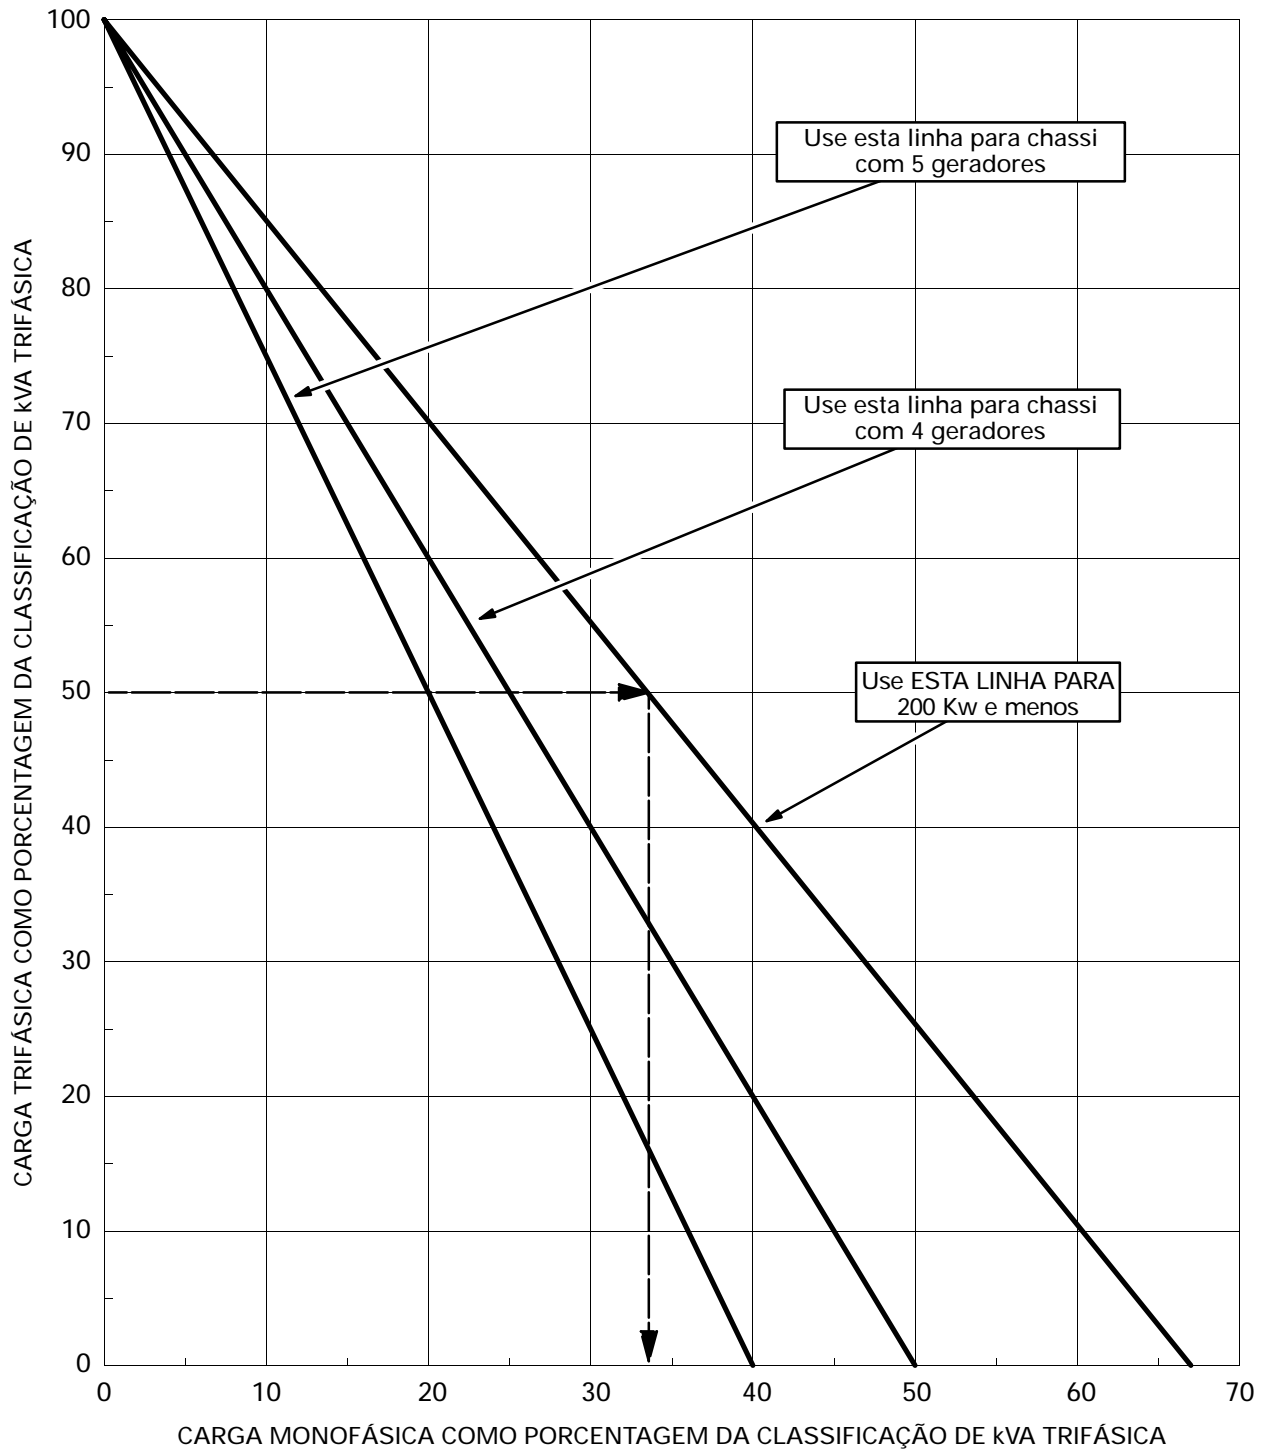

Figura 5-3. Desbalanceamento Permitido para Carga Monofásica
Desbalanceamento Permitido para Carga Monofásica: As cargas monofásicas devem ser distribuídas tão uniformemente quanto possível entre as três fases de um grupo gerador trifásico de modo a utilizar plenamente a capacidade nominal (kVA e kW) do grupo gerador e limitar o desbalanceamento da voltagem. A **Figura 5-3** pode ser utilizada para determinar a porcentagem máxima permitida de desbalanceamento de carga monofásica, como ilustra o exemplo de cálculo.
Geralmente, quanto maior for o grupo gerador, menor será a potencia monofásica que pode ser tomada. A **Figura 5-3** inclui as linhas de porcentagem de potência monofásica dos geradores de tamanhos intermediários, Chassi-4 e Chassi-5 da Cummins Power Generation. Confirme o tamanho do chassi consultando a Folha de Dados aplicável do Alternador indicada na Folha de Especificações do grupo gerador. O desbalanceamento da carga monofásica não deverá exceder 10%.
2. Calcule a porcentagem de carga monofásica permitida, como mostram as setas na **Figura 5-3**. Neste caso, ela é de aproximadamente 34% da classificação trifásica.